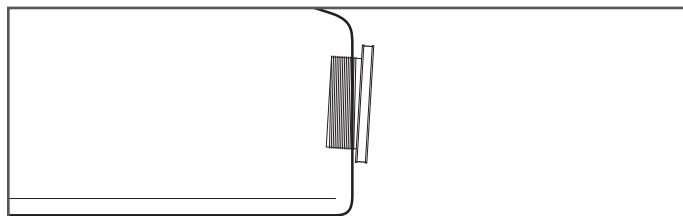

Figure 23-7
5. Installez le corps du raccord du conduit d'entrée à travers la paroi du puisard (Figure 23-7).